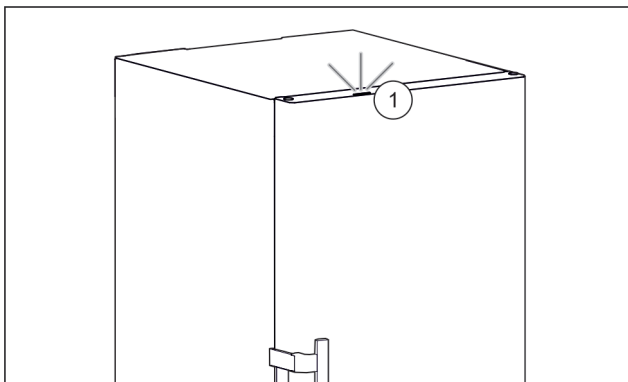

Fig. 61 Aktivní stavové světlo při zavřených dveřích
- ▷ Stavové světlo Fig. 61 (1) je aktivované.